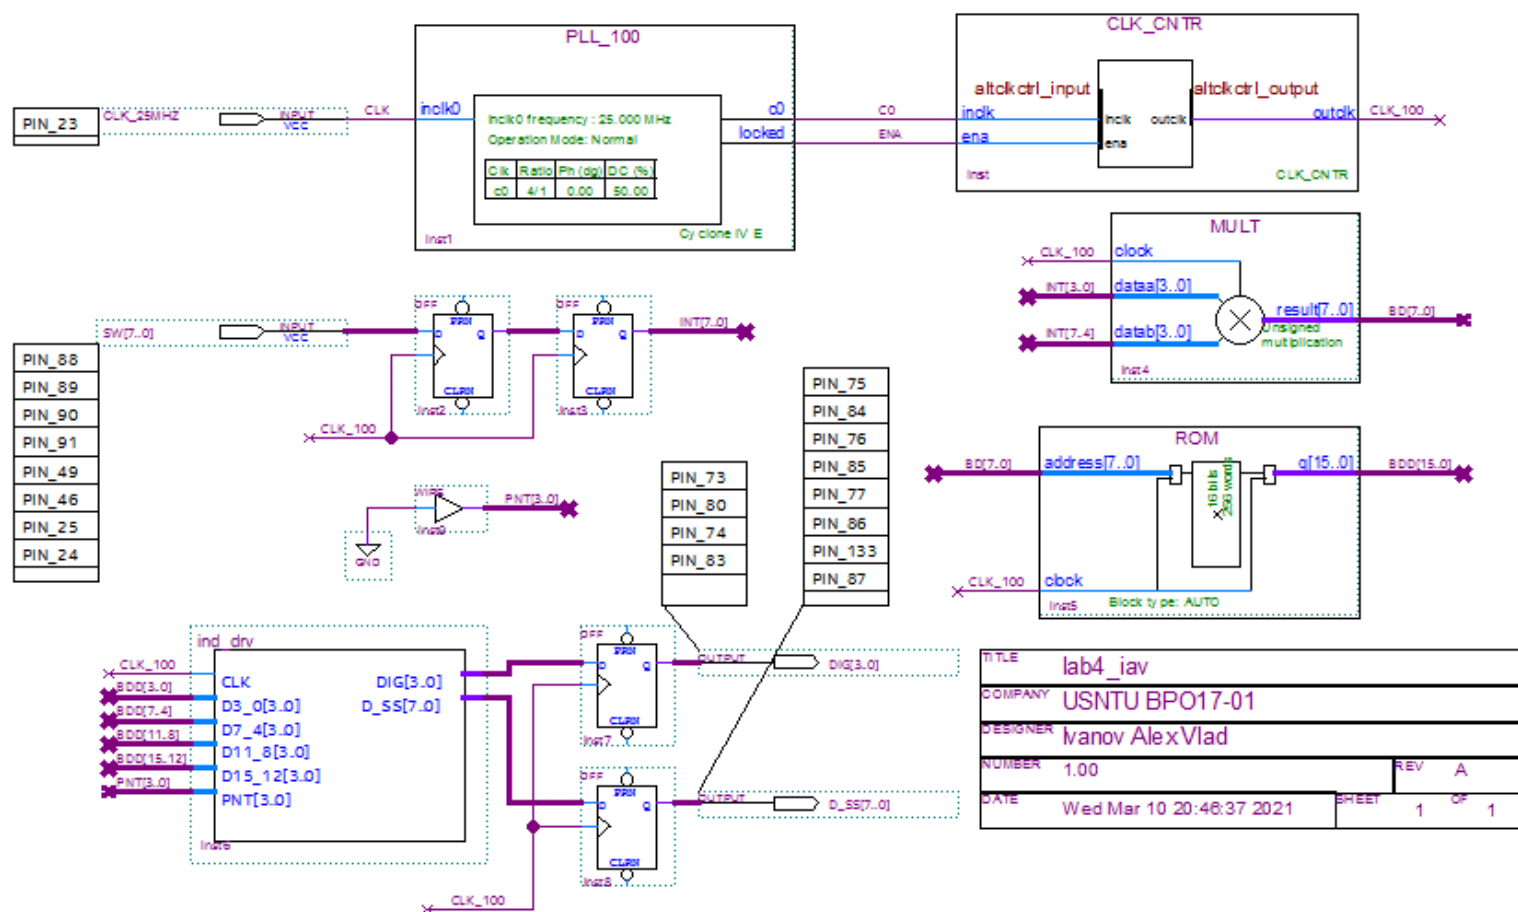

Рис. 33 Схема дизайн-файла проекта **lab4\_iav**
7.3. Сохраните файл со схемой **File -> Save As** с именем **lab4\_iav.bdf** (рис. 33) .